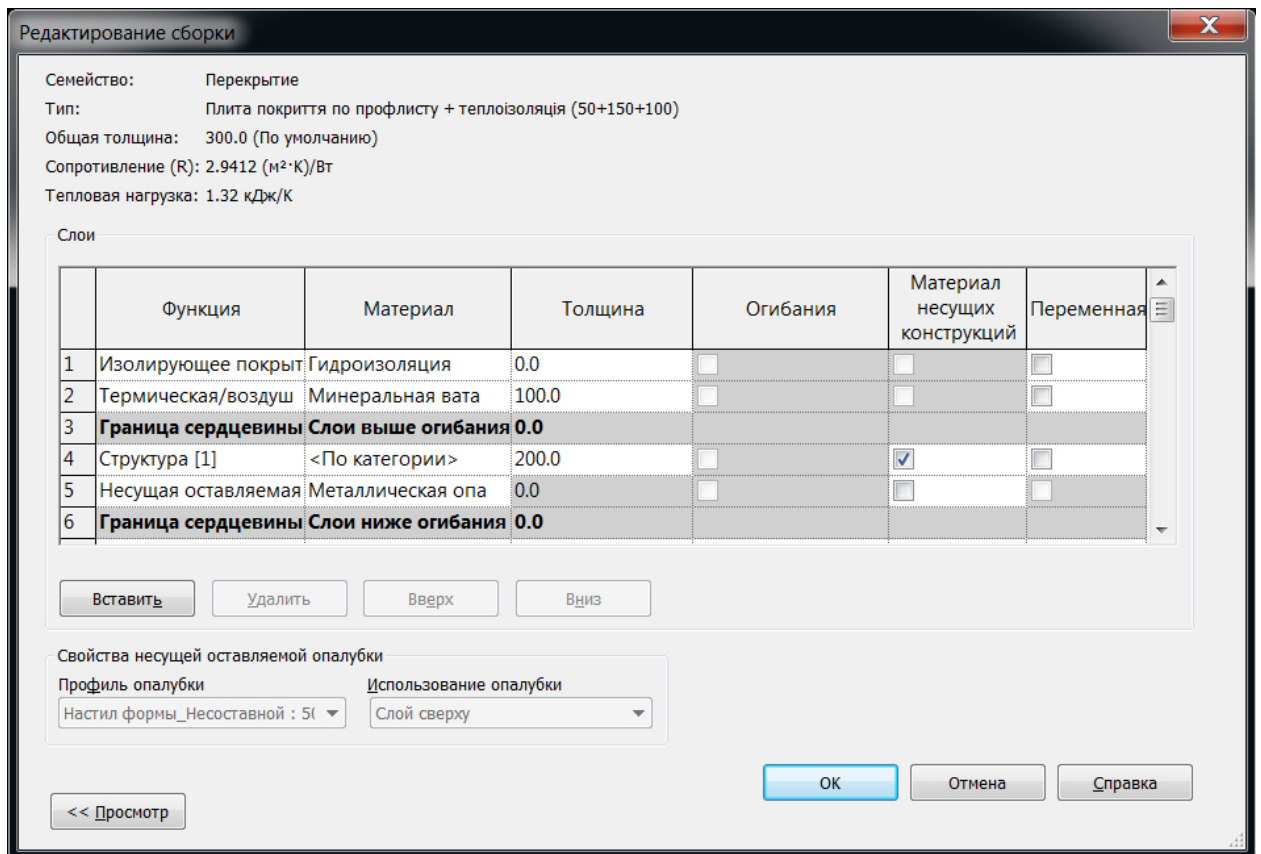

Рис. 9.10
6. В параметрах типу для параметру «Структура слоев» натискаємо кнопку «Изменить...», а далі, у вікні «Редактирование сборки» (рис. 9.10) додаємо новий шар товщиною 100 мм, вище шару серцевини плити, з назвою функції «Термическая/воздушная прослойка [3]», обравши матеріал шару, наприклад «Минеральная вата». Також додаємо шар для гідроізоляції з назвою функції «Изолирующее покрытие», матеріалом «Гидроизоляция». Натисканням кнопки ОК підтверджуємо зміни і закриваємо вікно.